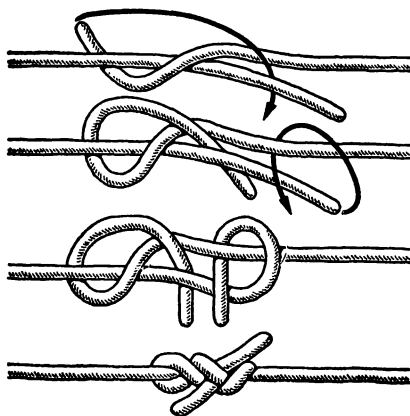

Рис. 32. Пакетный узел
**Пакетный узел** (рис. 32) Его название говорит о том, что он удобен для завязывания пакетов и свертков. Он прост, оригинален и рассчитан на быструю вязку. Пакетный узел чем-то напоминает травяной. По своей прочности он не уступает последнему.